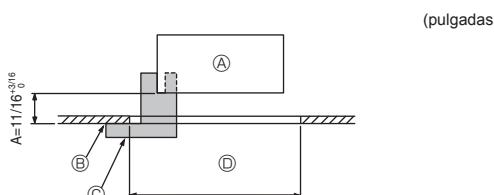
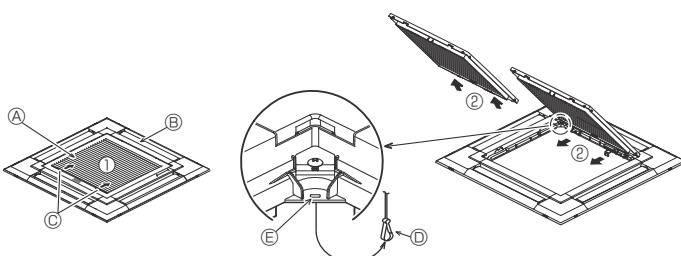
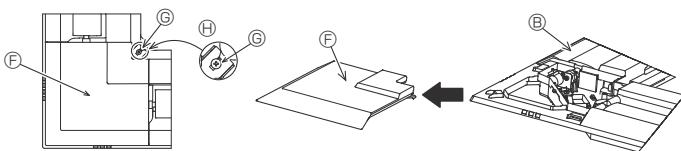

Fig. 6-2
Fig. 6-3
Fig. 6-4
①	Dimensiones de la rejilla	1	950 × 950 (mm), 37-13/32 × 37-13/32 (pulgadas)
②	Plantilla	1	Dividido en cuatro partes
③	Tornillo (4 × 16)	1	Para PLFY-EP-NEMU-E(1)
④	Panel angular del 3D i-see Sensor	1	Para PLFY-EP-NEMU-E(1)
6.2. Preparación para conectar la rejilla (Fig. 6-2)
- Con la plantilla ② que se suministra con este equipo, ajuste y compruebe la posición de la unidad en el techo. Si la unidad no está colocada en el techo de forma adecuada, podrían producirse escapes de aire o generarse una condensación.
① Unidad principal
② Techo
③ Plantilla ② (metida en la unidad)
④ Dimensiones de apertura del techo
6.2.1. Extracción de la rejilla de admisión (Fig. 6-3)
- Deslice las palancas en la dirección indicada mediante la flecha ① para abrir la rejilla de admisión.
6.2.2. Extracción del panel angular (Fig. 6-4)
- Extraiga el tornillo de la esquina del panel angular. Deslice los paneles angulares indicados por la flecha ① para extraer este panel.
[Fig. 6-3] [Fig. 6-4]